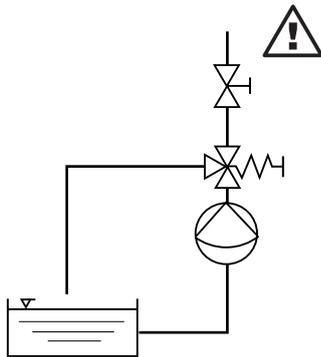

fig. 10
- ▶ Une soupape de décharge avec circuit de retour vers le réservoir est efficace comme protection contre les surcharges sur le tuyau de refoulement, par ex. une vanne multifonctions ProMinent (fig. 10).